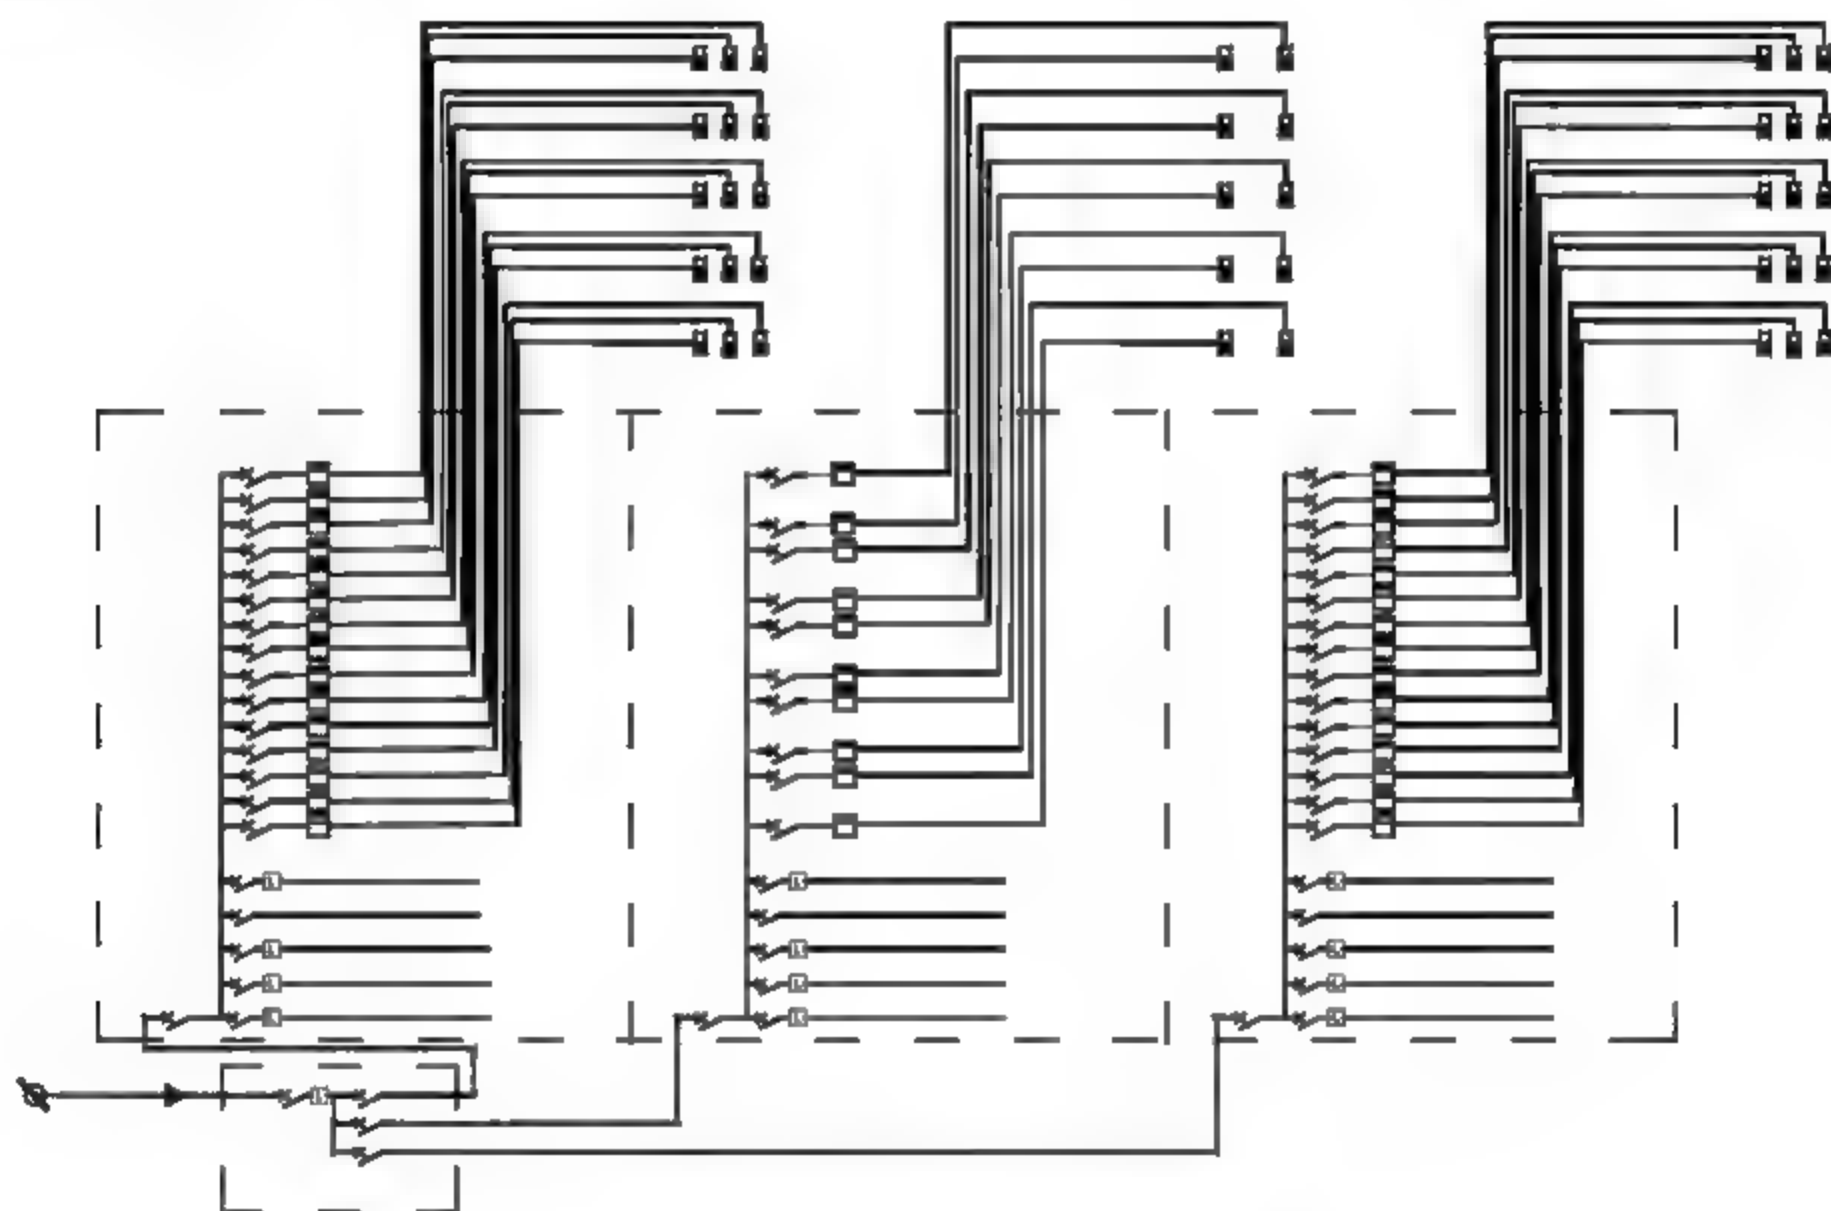

图13-11 绘置矩形为虚线
**10** 调用REC【矩形】命令，绘制矩形框选部分系统图图形，并将矩形的线型设置为虚线，如图13-11所示。